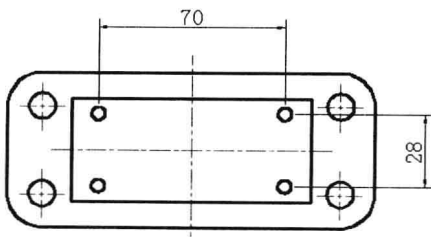

图 11-1-14
(15) 单击“确定”按钮, 矩形阵列效果如图11-1-14所示。